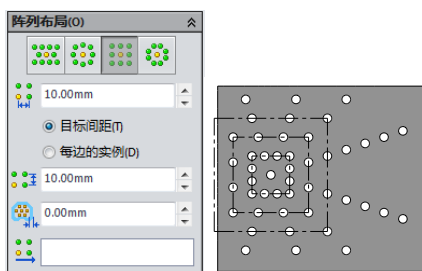

图 5-161 方形阵列
-  方形：生成方形阵列，如图 5-161 所示为其参数选项和阵列效果。